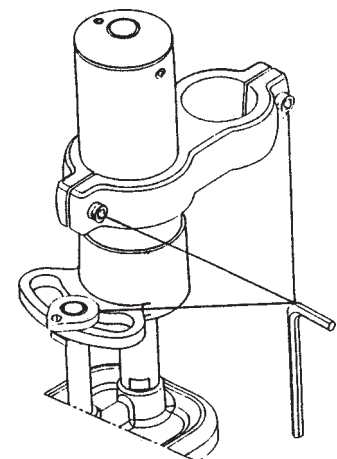

Figure 4
6. A l'aide de la clé Allen fournie (5 mm), serrer fermement ces trois points comme le montre la Figure 4.